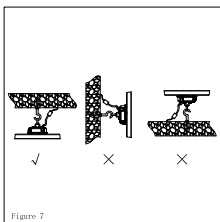

Figure 7
7. Prestare attenzione a non installare il prodotto nella direzione sbagliata. (fig.7)
7. Pay attention do not install at wrong direction. (fig.7)